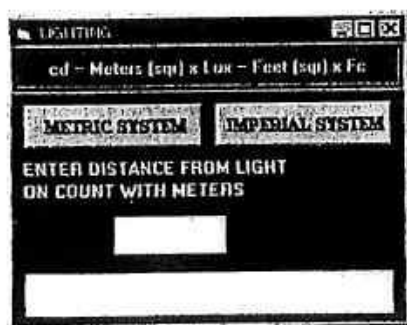

図19
- ②接続されている照度計の現在使用している単位がLuxかFcかで「METRIC SYSTEM」または「IMPERIAL SYSTEM」のどちらかを選択して下さい。図19が表示されます。
- ③光源からの距離を入力するとcd値が表示されます。